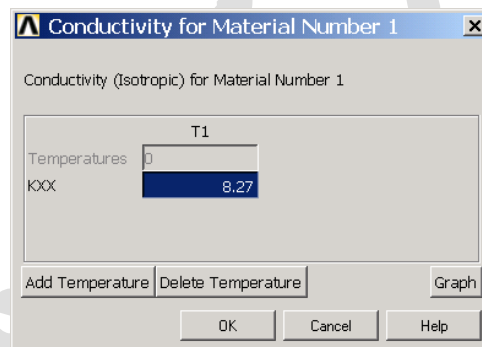

图11.6 设定导热系数
(5) 在右侧列表框中依次双击 **【Thermal】|【Conductivity】|【Isotropic】**，接着弹出如图 11.6 所示的对话框。在 **【KXX】** 文本框中输入不锈钢的导热系数 **【8.27】**，单击 **【OK】** 按钮。